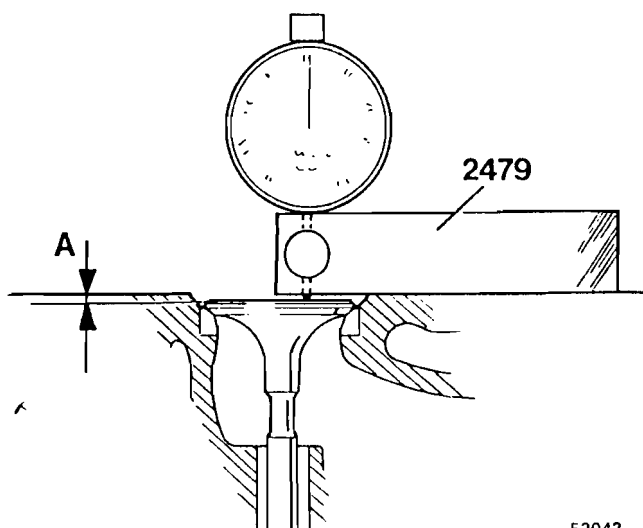

Fig. 69
El asiento debe cambiarse cuando la cota (A), medida con una válvula nueva es superior a 1,5 mm, véase la fig. 69. La cota es la misma para las válvulas de admisión y escape.